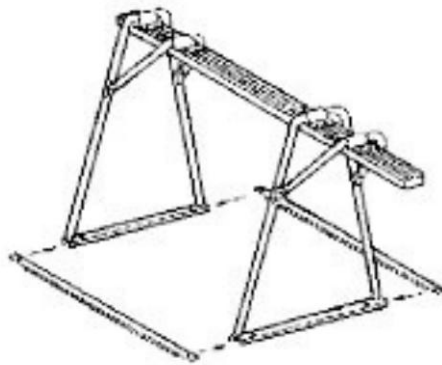

FIG. 5 — Montaje de la viga de deslizamiento
- 3) Gire el caballete para colocarlo en posición de trabajo y añada las dos barras inferiores de conexión; fíjelas con los cuatro pernos con tuerca (véase FIG. 5).